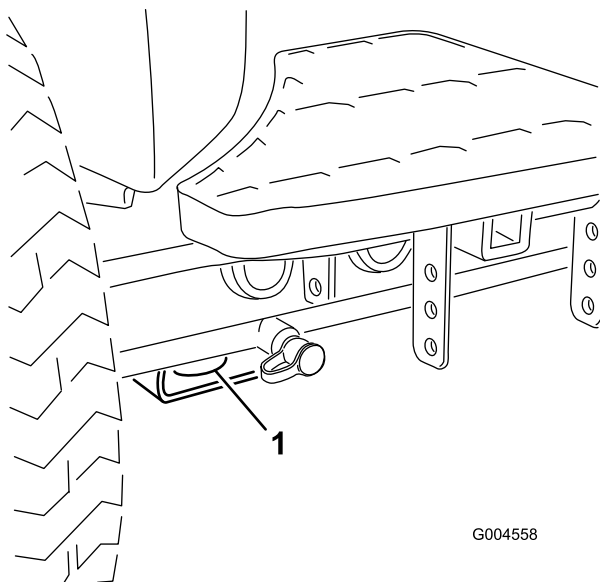
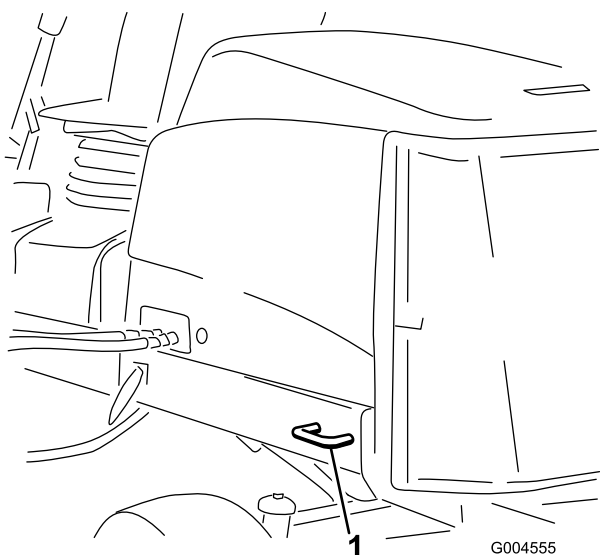

Bild 37
Bild 38
5. Befestigen Sie die Maschine mit den Metallvergurtungen und Riemen, Ketten, Kabel oder Seilen am Anhänger oder Pritschenwagen (Bild 37 und Bild 38).
- Vorne: Loch im Rechteck unter dem Achsenrohr in jedem Vorderreifen (Bild 37)
- Hinten: Jede Maschinenseite am hinteren Rahmen (Bild 38)